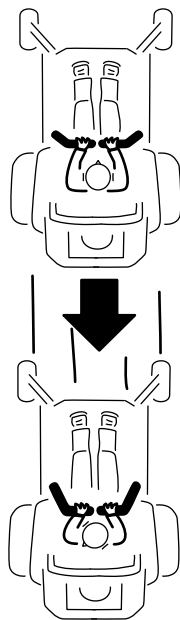

Figura 26
- 2. Para andar para trás, puxe as alavancas de controlo do movimento lentamente para trás (Figura 26).